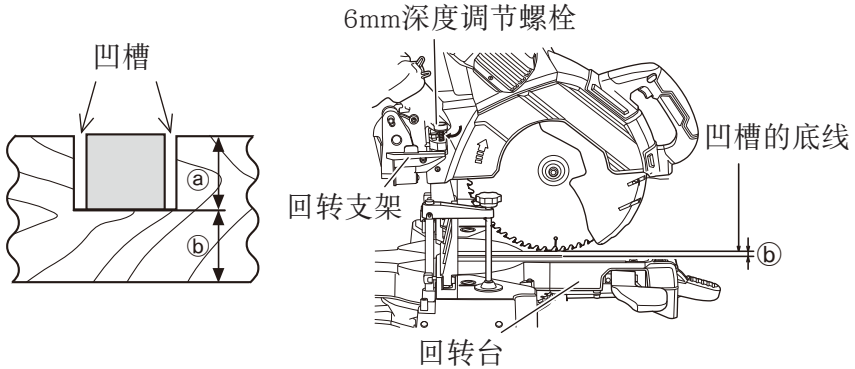

图38
工件上的凹槽可通过调整6mm深度调节螺栓刻出（图38）。
- (1) 降低电动头，然后用手转动6mm深度调节螺栓。（6mm深度调节螺栓头接触回转支架。）
- (2) 通过设定锯条与底座表面之间的距离调节至想要的刻入深度（图38）。